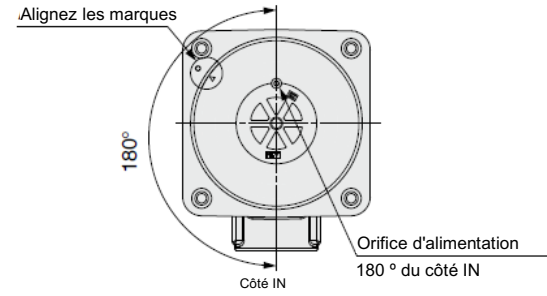

Fig. 3 - Position de la vanne principale (Taille de l'orifice : 06, 10)
- Montez la vanne principale (sub-vanne) au corps, en vous référant à l'orientation de montage indiquée dans les figures 3 et 4.